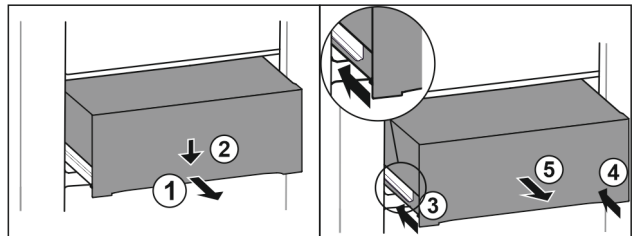

Fig. 71
- ▶ Изтеглете чекмеджето наполовина. Fig. 71 (1)
- ▶ Натиснете надолу чекмеджето от предната страна. Fig. 71 (2)
- ▶ Вкарайте лявата релса приблизително 2 см навътре. Fig. 71 (3)
- ▶ Вкарайте дясната релса приблизително 2 см навътре. Fig. 71 (4)
- ▶ Извадете чекмеджето напред. Fig. 71 (5)